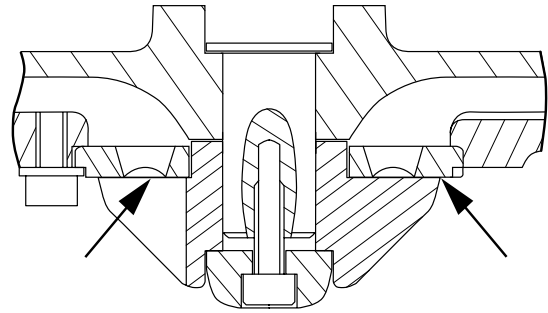

Figure 6 : Endroit de mesure de l'espace de coupe.
5. À l'aide d'une jauge d'épaisseur, mesurez l'espace de coupe entre le rotor de coupe et la plaque de coupe. Reportez-vous à la figure 6.